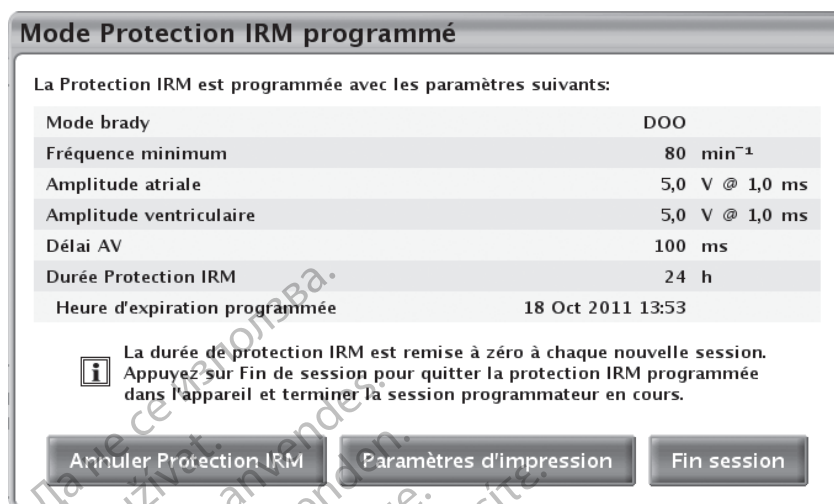

Figure 2-11. Mode Protection IRM programmé (Annuler Protection IRM)
- Sélectionner le bouton Annuler Protection IRM de l'écran Mode Protection IRM programmé (Figure 2-11 Mode Protection IRM programmé (Annuler Protection IRM) en page 2-18)